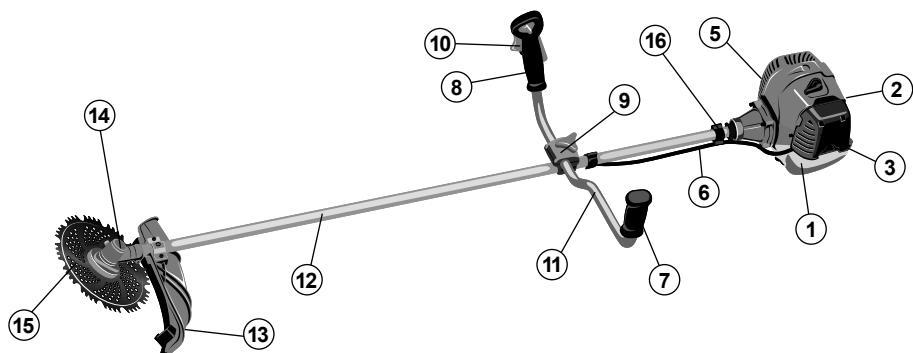

Рис.2. Расположение основных элементов бензотриммера:
Основные элементы и части бензотриммера представлены на рис. 2.
Ремень крепится к штанге с помощью держателя (16) (рис. 2). Согласно рис. 5 наденьте ремень на шею и пристегните карабин за одно из отверстий в держателе (16) (см. рис. 2).